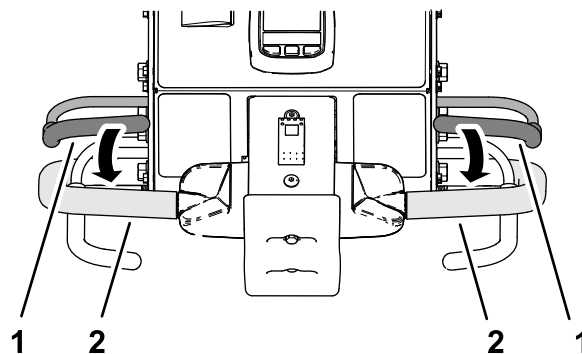

Bild 100
3. Fassen Sie den linken oder rechten Lenker und den Schaltbühnen (Bild 100), und drücken Sie den Schaltbühnen an den Lenker.